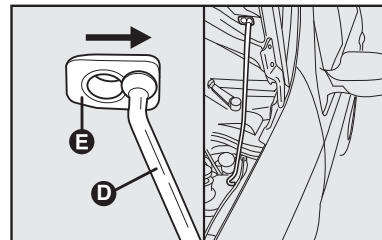

fig. 119
- 4) introduzir a extremidade da vareta **D** na abertura **E** do capô do motor e deslocá-la no sentido da seta **fig. 119**.
- 1) manter levantado o capô com uma mão e, com a outra, tirar a vareta **D-fig. 119** da abertura **E** e repô-la no seu dispositivo de bloqueio;